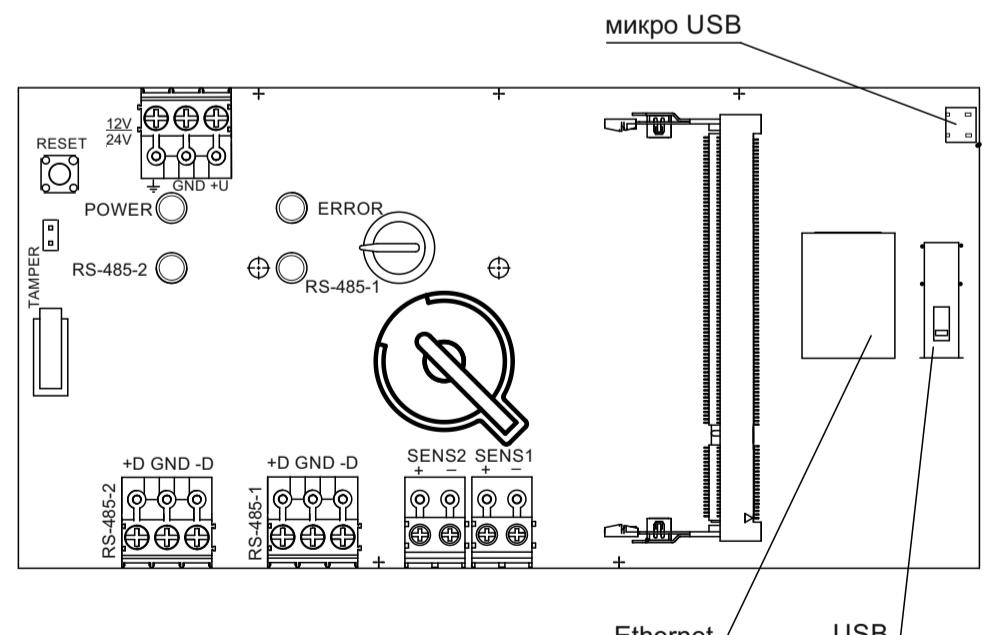

Рисунок 2 – Плата контроллера доступа
5.2 Плата контроллеров (Рисунок 2) содержит разъем для установки вычислительного модуля Raspberry PI CM3 (CM3+). Тип процессора и объем энергонезависимой памяти модуля зависят от его модификации. На плате расположены: